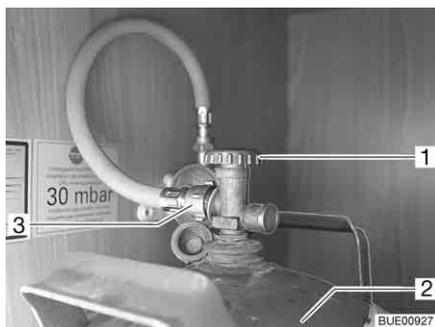

Fig. 81 Vano portabombole
- Chiudere la valvola principale di arresto (Fig. 81,1) della bombola del gas (Fig. 81,2). Osservare la direzione della freccia.
- Svitare manualmente il tubo del gas (Fig. 81,3), dalla bombola del gas (filettatura sinistrorsa).